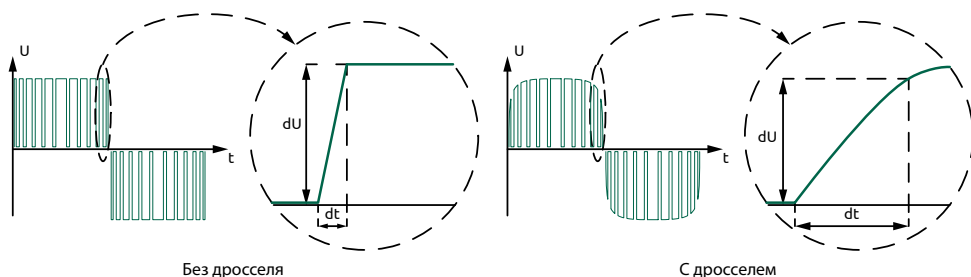

Рисунок 26 - Кривые напряжения на входе и выходе моторного дросселя
- ограничение крутизны нарастания напряжения du/dt (см. рисунок 26) и, как следствие, уменьшение амплитуды перенапряжений на клеммах двигателя;